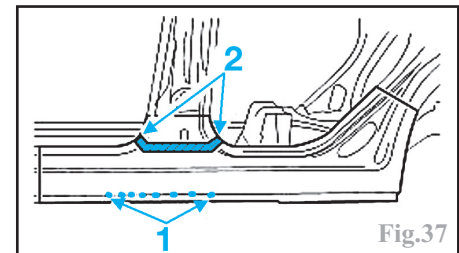

Fig.37
Fraiser les points de soudure (1), chauffer la zone (à **170 °C** env.) et détacher l'élément (2) insonorisant (NVH) (Fig.37)
Percer des trous pour souder par bouchonnage (1) (Fig.37)
Soudage par bouchonnage (1) (Fig.37)